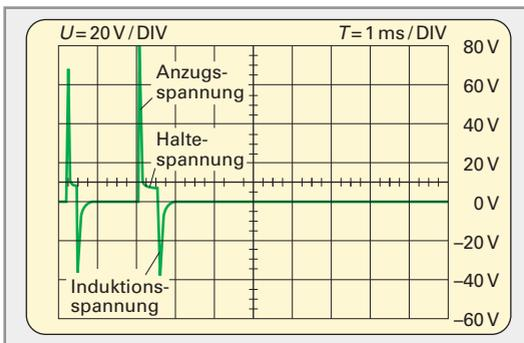

Bild 1: Strom-Spannungsverlauf MV-Injektor
**Ausschalten.** Wird der Stromfluss unterbrochen, entsteht durch die Magnetfeldänderung in der Injektorspule eine Induktionsspannung, mit welcher der Boosterkondensator im Steuergerät aufgeladen wird (**Bild 1**).